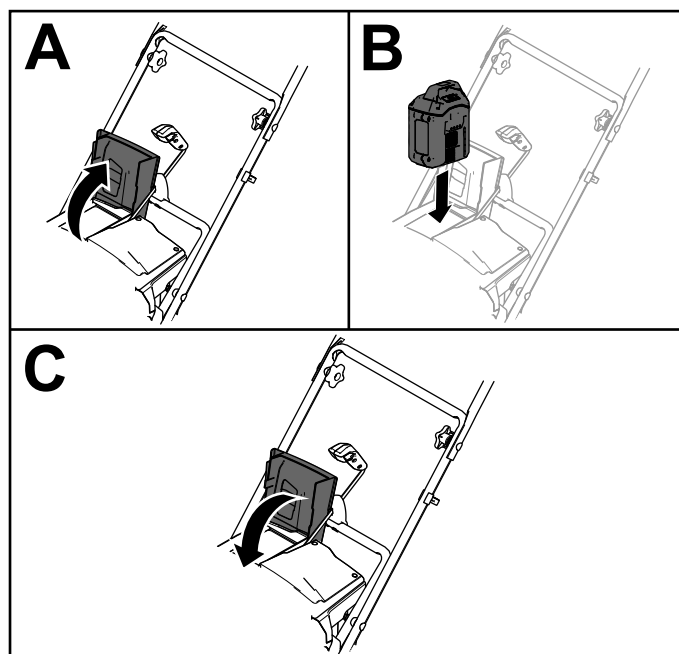

Figura 10
2. Ridicați capacul compartimentului pentru acumulator (A din Figura 10).
3. Aliniați canalul acumulatorului cu proeminența de pe maină și glisați acumulatorul în compartiment până când se fixează prin blocare (B din Figura 10).
4. Închideți capacul compartimentului pentru acumulator (C din Figura 10).